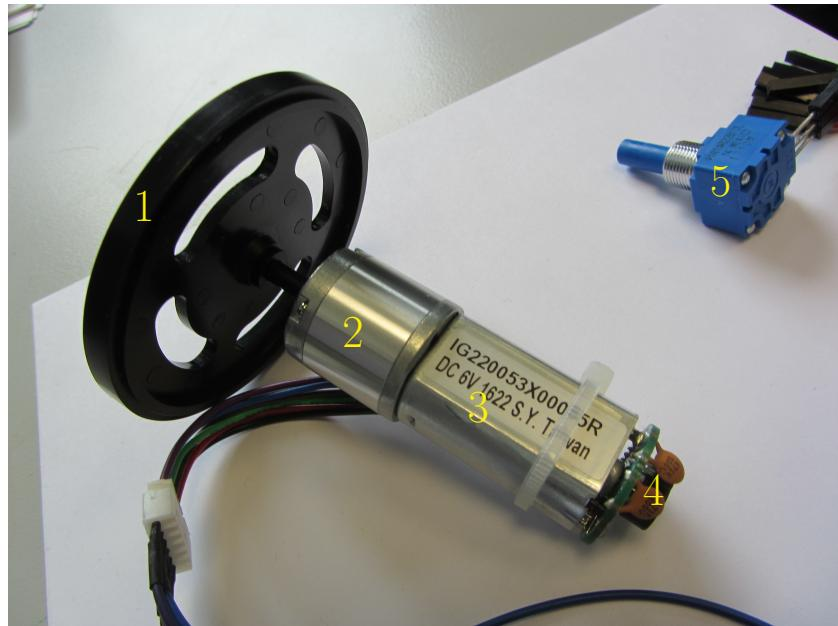

FIGURE 1 – Volant d'inertie (1), réducteur (2), moteur (3) codeur incrémental (4) et un potentiomètre (5).
Le système est constitué d'une carte Arduino reliée à des éléments d'électronique de puissance qui fournissent une tension et une intensité à un moteur à courant continu (3). Pour augmenter le couple moteur, un réducteur (2) (amplificateur de couple) est utilisé et relié à la roue (1) dont nous voulons commander la position (voir figure 1). Pour mesurer la position angulaire, nous disposons d'un capteurs incrémental (4) comme le montre la Figure 1.